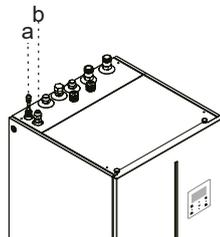

Fig.4-8
- Si l'unité intérieure est associée à une unité extérieure (4/6 kW), le raccord réducteur 9,52-6,35 (voir le tableau de la page 9) doit être monté sur le raccord de liquide réfrigérant de l'unité intérieure (voir Fig.4-8) ; le raccord réducteur n'est pas utilisé dans d'autres types d'unité extérieure (8/10/12/14/16 kW).